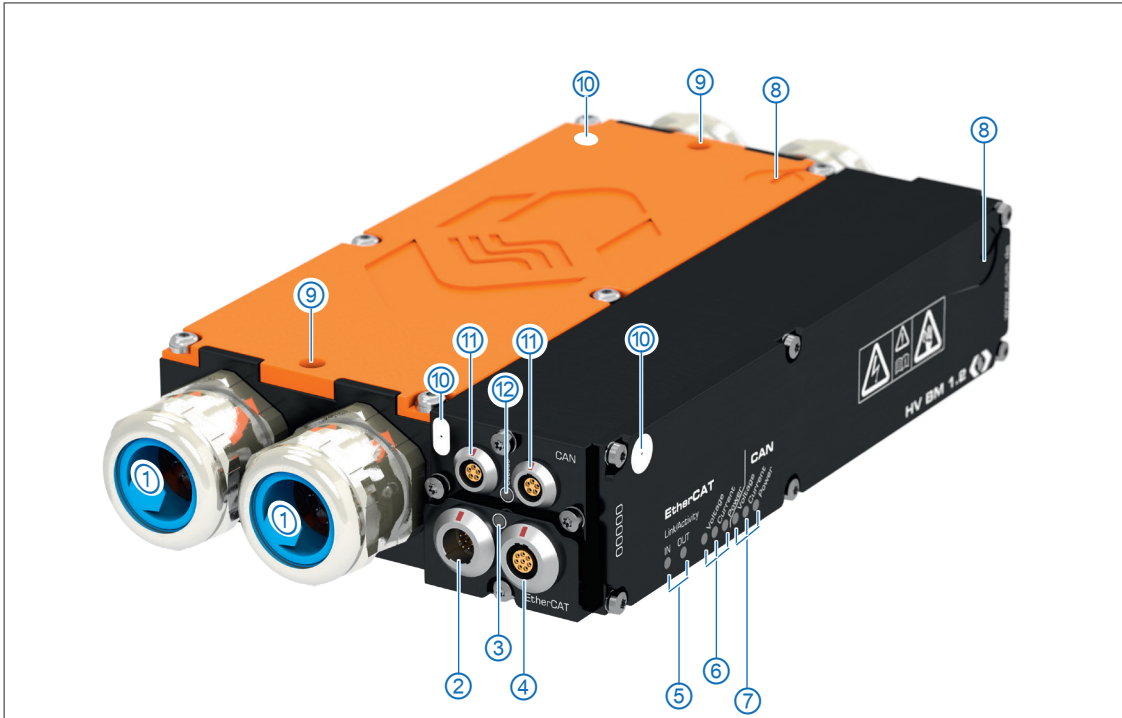

Abb. 3-1: HV BM 1.2, Anschlüsse und LEDs
10. Kontaktflächen zur Messung des Widerstands von Schutz Erde (PA) zu Gehäusedeckel
2 Abb. 3-1 zeigt die Anschlüsse eines HV BM 1.2. Das HV BM 1.1 unterscheidet sich vom HV BM 1.2 darin, dass es lediglich über eine Kabelverschraubung ① je Seite verfügt und nicht mit Bohrungen für Gewindestangen ⑨ ausgestattet ist.
Die zweifarbige Status-LED (Abb. 3-1, ③) leuchtet nach dem Einschalten des Moduls einige wenige Sekunden rot und erlischt dann.4
Die LED (Abb. 3-1, ⑫) zwischen den beiden CAN-Buchsen zeigt den Betriebszustand des Messmoduls an.
Die Indikator-LEDs zu den Buchsen **IN** und **OUT** (Abb. 3-1, ⑤) leuchten oder blinken, wenn das Messmodul mit einem XCP-Gateway verbunden ist bzw. wenn Daten übertragen werden.
Die Messkanal-LEDs (Abb. 3-1, ⑥ und ⑦) zeigen den Status des jeweiligen Messkanals an. Es gibt jeweils getrennte LEDs für den Zugriff über CAN oder EtherCAT®-Bus. Die Messkanäle sind (von links nach rechts):